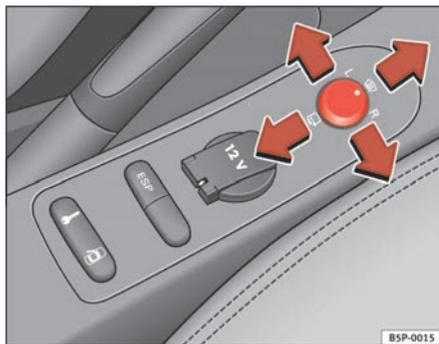

Fig. 90 Interruptor dos espelhos exteriores
1. Em primeiro lugar, rodar o botão giratório ⇒ **fig. 90** para a posição **L (espelho retrovisor da esquerda)**.
- Gire o comando para a frente, na posição central ⇒ **fig. 90** **1**, para que os retrovisores térmicos aqueçam e a função de vidro pára-brisas aquecível* na zona de repouso das escovas, fique activa ⇒ página 126.
- Rodar o botão ⇒ **fig. 90** para a posição  para dobrar os espelhos exteriores para dentro. Antes de entrar numa instalação de lavagem automática, dobrar sempre os espelhos exteriores para dentro, a fim de evitar danos.